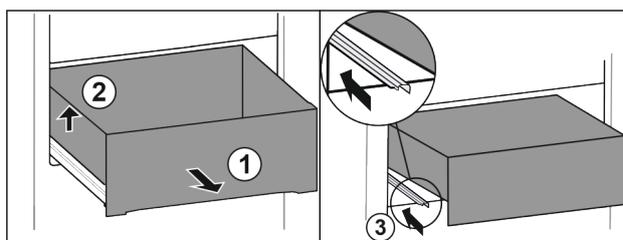

Fig. 71
- ▶ Extraiga el cajón hasta el tope. Fig. 71 (1)
- ▶ Levante el cajón por la izquierda. Fig. 71 (2)
- ▶ Retraiga la guía izquierda. Fig. 71 (3)